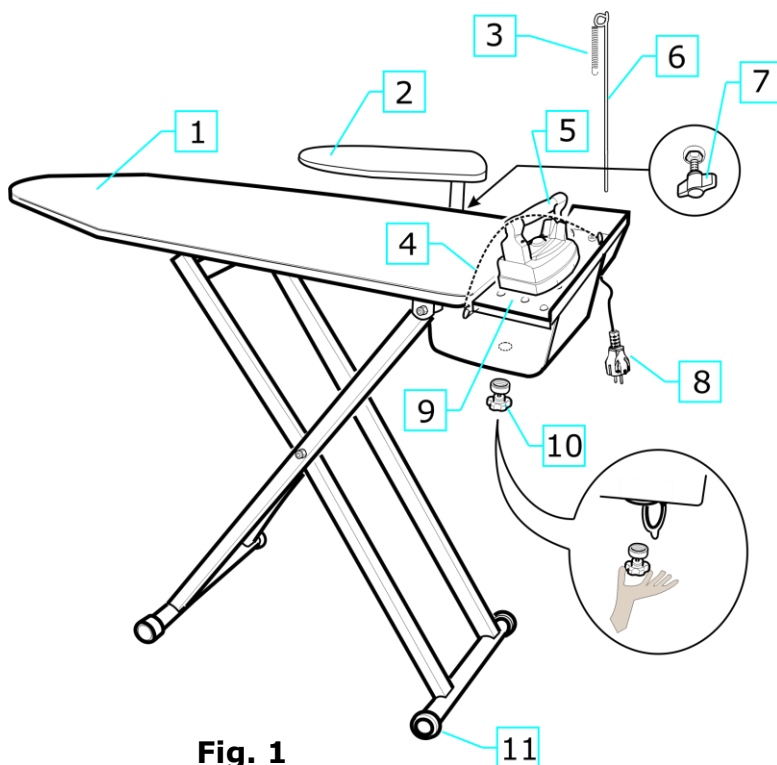

Fig. 1
2. Estrarre il tavolo da stiro mod. SOLE A dalla scatola, inserire l'antenna nell'apposito porta antenna (fig. 1) avendo l'avvertenza di inserirla bene fino in fondo.
4. Posare il ferro sul poggia ferro in gomma in dotazione (fig. 1).